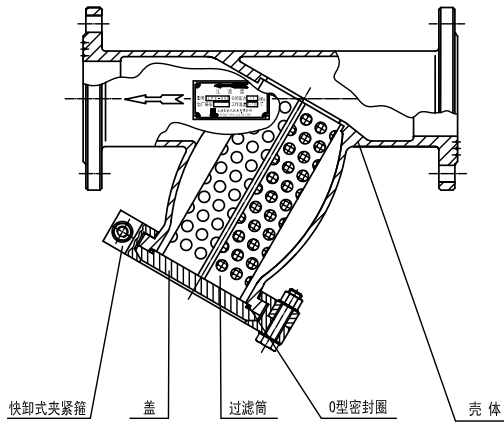
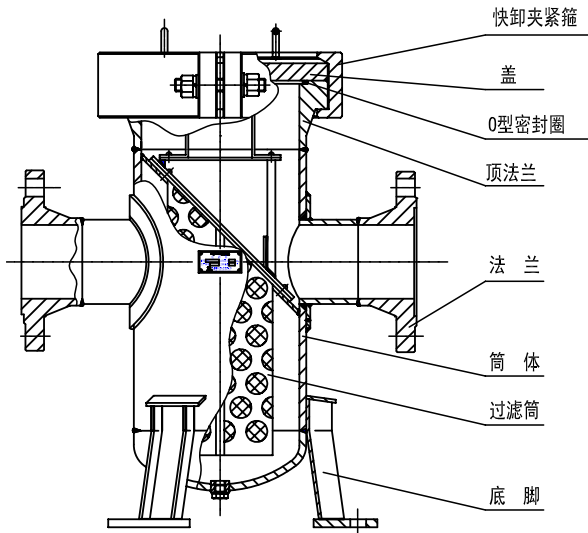

图 1b 斜插式夹箍型快卸过滤器
图 1c 直桶式夹箍型快卸过滤器
2. 斜插式夹箍型快卸过滤器和直桶式夹箍型快卸过滤器其结构是通过二个半圆紧箍夹紧密封(见图 1b、图 1c)。